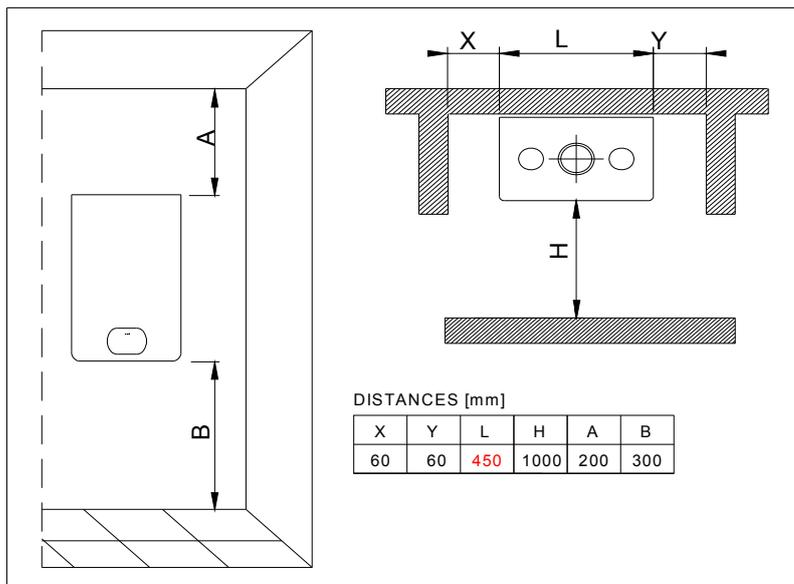

Abb. 1
A. Das verpackte Gerät auf den Boden (siehe Abb. 1) stellen und sicherstellen, dass der "hoch" Pfeil nach unten zeigt. Die Klammern entfernen und die vier Laschen der Box öffnen.
Um für Wartungszwecke Zugang zum Inneren des Kessels zu bekommen, ist es wichtig, die notwendigen Freiräume aus Abbildung 1 einzuhalten. Um die Installation zu erleichtern, ist das Gerät mit einer Schablone versehen, die es erlaubt vorher die Anschlüsse an die Leitungen vorzubereiten mit der Möglichkeit, das Gerät bei fertiggestellten Mauerarbeiten anzuschließen.